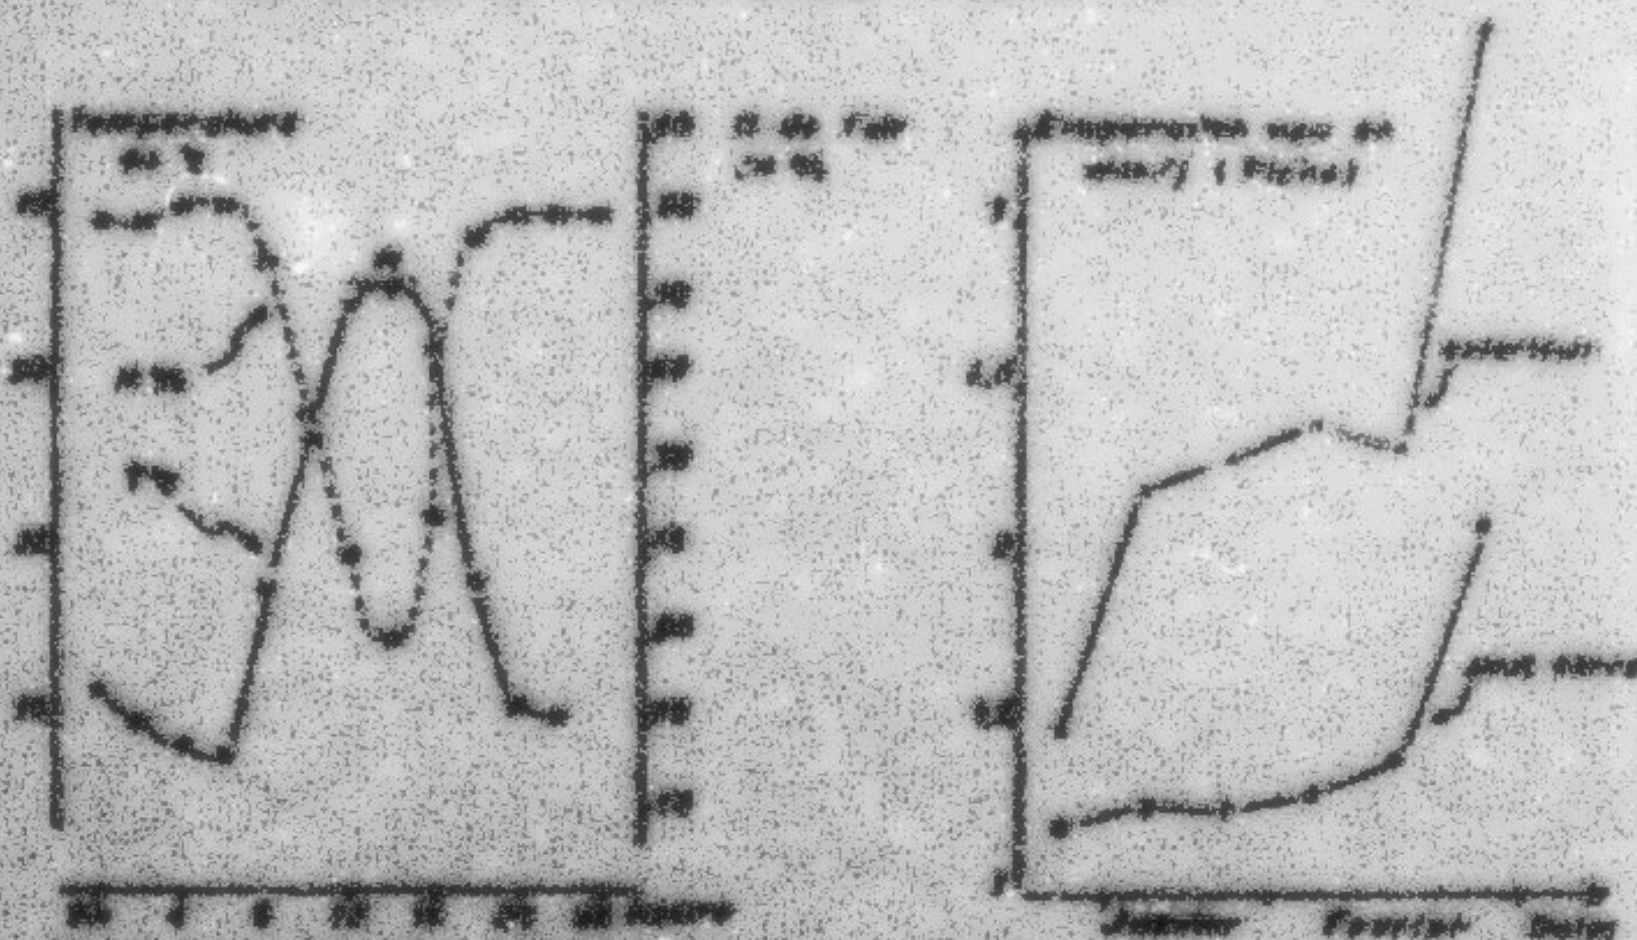

Fig. 2 - Evolution de la température des canaux relative de l'air et du sol - Chant Marion - février 1977
- L'échauffement à l'intérieur de la serre est en étroite relation avec l'insolation , la température commence à augmenter avec le lever du soleil atteint un maximum peu de temps après le passage du soleil par son zénith (tableau) pour baisser ensuite et atteindre finalement sa valeur minimum juste avant le lever du soleil (cf. fig. 2) .